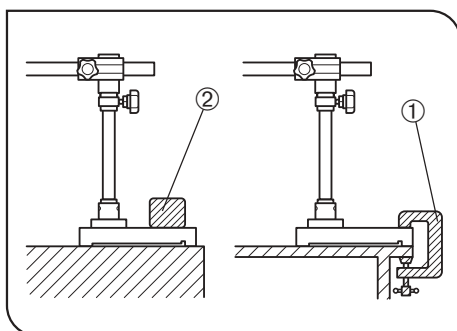

Fig. 3
4. Lorsqu'un grand espace libre est requis à l'avant du microscope, il est souvent nécessaire d'orienter le bras horizontal dans les limites du rayon arrière de 120° et le statif a alors tendance à basculer facilement. Dans ce cas, fixer fermement le statif à l'aide d'une pince à vis ① ou placer un poids (3kg ou plus) ② sur le statif. (Fig. 3)